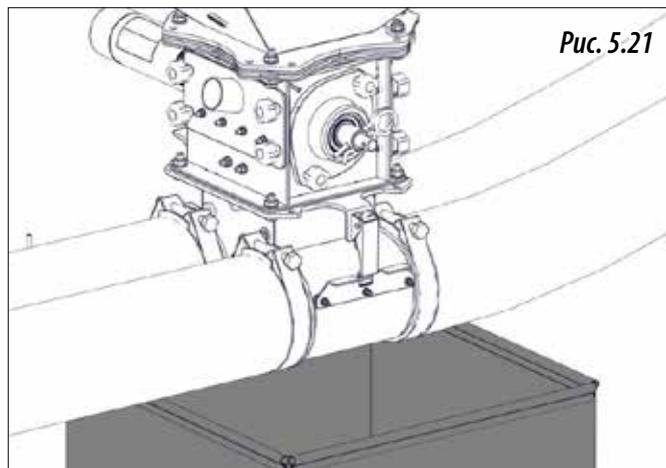

Рис. 5.21
- 4- Опорожните дозаторы продукта. Для этого сначала разместите мешок или контейнер под дозаторами (рис. 5.21).